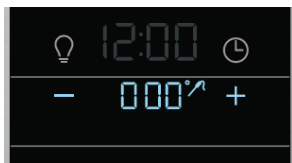

Figure 22 : Sonde insérée et prête pour le réglage de la température
3. Lorsque la sonde est insérée, un signal sonore retentit et l'icône de la sonde apparaît (Voir Figure 22). Fermez la porte du four.